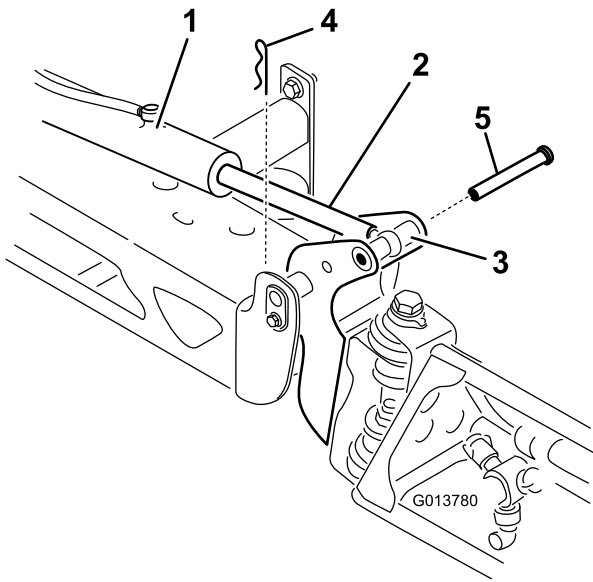

图 66
2. 从枢轴销上拆下发卡销图 66。
3. 向上提起喷洒臂段拆下柱销然后将喷洒臂段慢慢放到地面上图 66。
7. 支撑住喷洒臂段将柱销插入喷洒臂段枢轴和提升器杆图 66。